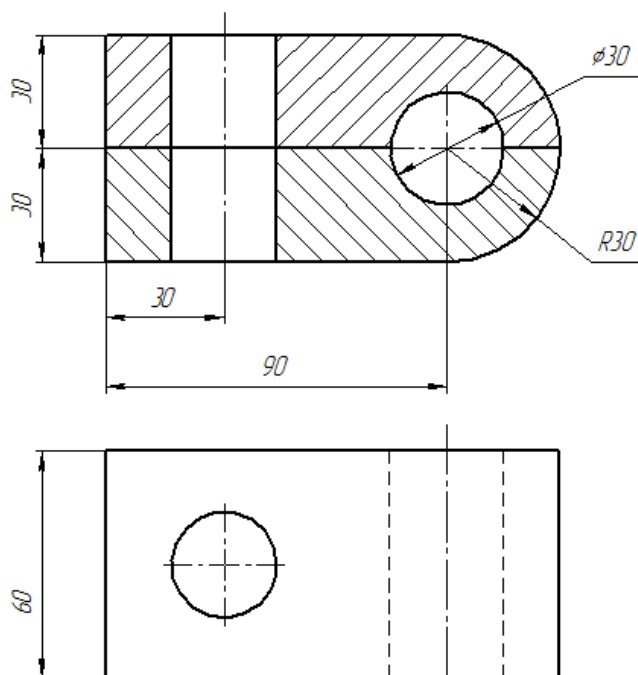

Рисунок 1.
1. Выполнить на формате А4, М1:1 главный вид в разрезе и вид сверху (рисунок 1).
2. Выполняем чертеж скрепляемых деталей (рисунок 1).